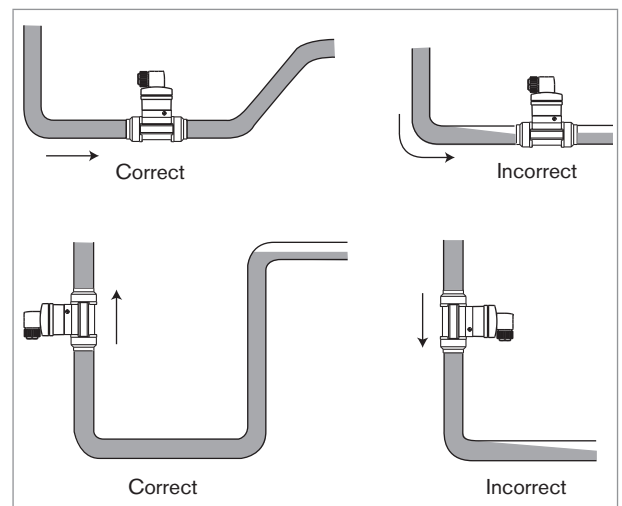

Fig. 5: Recommendations additionnelles d'installation
- Remplir la conduite en liquide (voir Fig. 5).